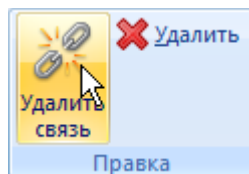

Рис. 18-16 – Панель «Правка»
6) Нажать кнопку «Удалить связь» панели «Правка» (рис. 18-16).